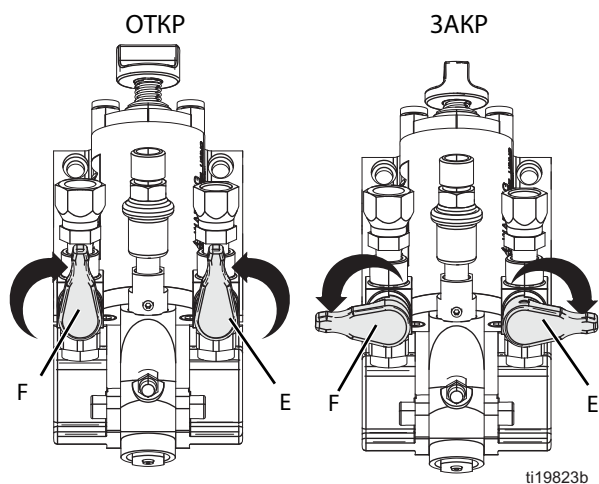

Рис. 5: Запорные клапаны
- Закройте запорные клапаны, ограничивающие подачу материала. См. Рис. 5.
5. Закройте запорные клапаны, ограничивающие подачу материала (E, F). См. Рис. 5.